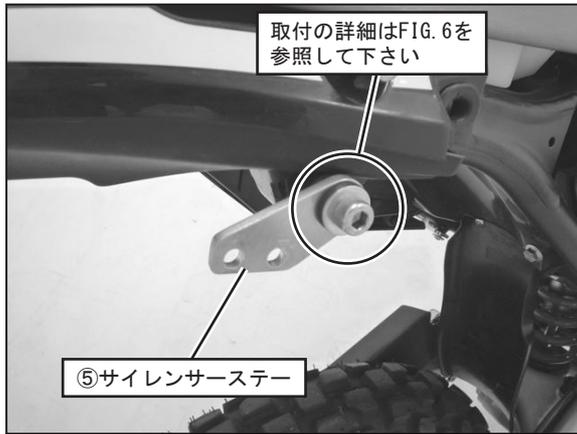

FIG. 5
6. ⑤サイレンサーステーに⑫グロメットラバー、⑪グロメットカラーを取り付けてから⑨キャップボルトM8×60、⑩平ワッシャM8×20、⑬スペーサーカラー9-19-12、⑭フランジナットM8を使用して車両のサイレンサー取付位置に取り付け、仮締めして下さい。(次ページFIG. 5, 6参照)